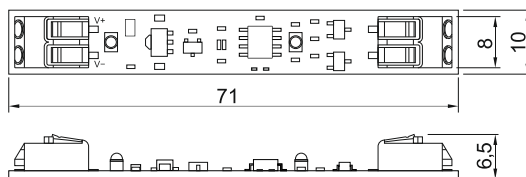

Рис. 1
- Размеры выключателя указаны на Рис. 1.